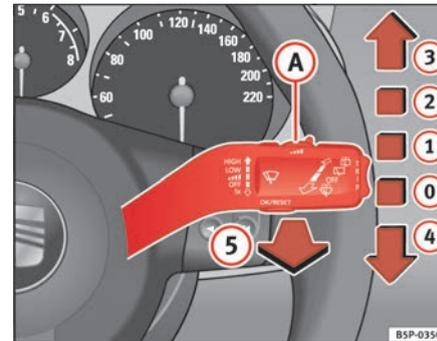

Abb. 86 Scheibenwischer- und Scheibenwascherhebel
Der Scheibenwischerhebel ⇒ Abb. 86 hat folgende Stellungen:
- Wenn bei eingeschalteter Wischerstufe \rightarrow Seite 123, Abb. 86 ② oder ③ das Fahrzeug anhält, wird automatisch auf die nächste Stufe heruntergeschaltet. Führt das Fahrzeug wieder an, wird erneut auf die eingestellte Wischerstufe hochgeschaltet.